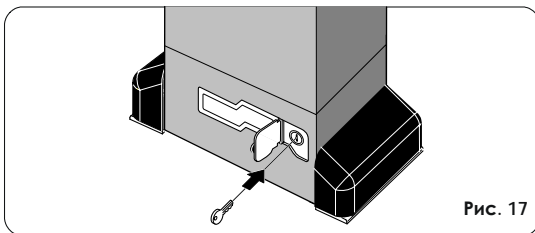

Рис. 17
1. Откройте защитную дверцу и вставьте ключ в замок (рис. 17).